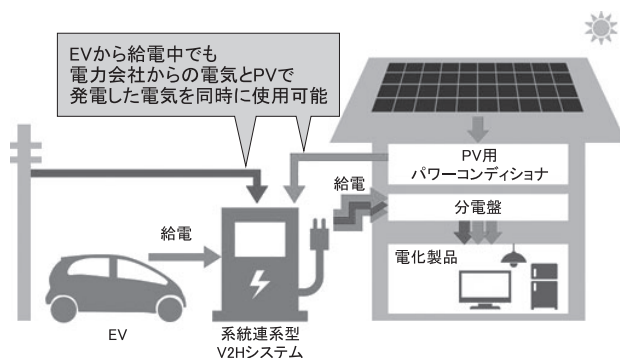

図3 充放電器を設置した余剰電力の利用事例⁵⁾⁶⁾
- ①従来、蓄電池を設置して余剰電力を夜間にも使用して電気代を少なくする。
- ②100/200Vのコンセントを設置してハイブリッド車や電気自動車の充電に利用する。
- ③充放電機器を導入し、車の蓄電池の電力を家庭に供給する（図3）。
- ④蓄電機能付き充放電器を導入し、車が外出中でも家庭の電力を賄える。